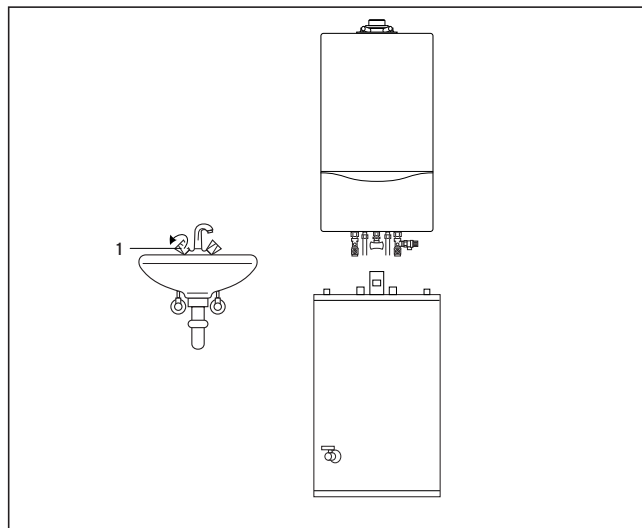

Fig. 3.9: Distribución del agua caliente (aparatos VM)
3.3.5 Distribución del agua caliente (aparatos VM, Fig. 3.9)